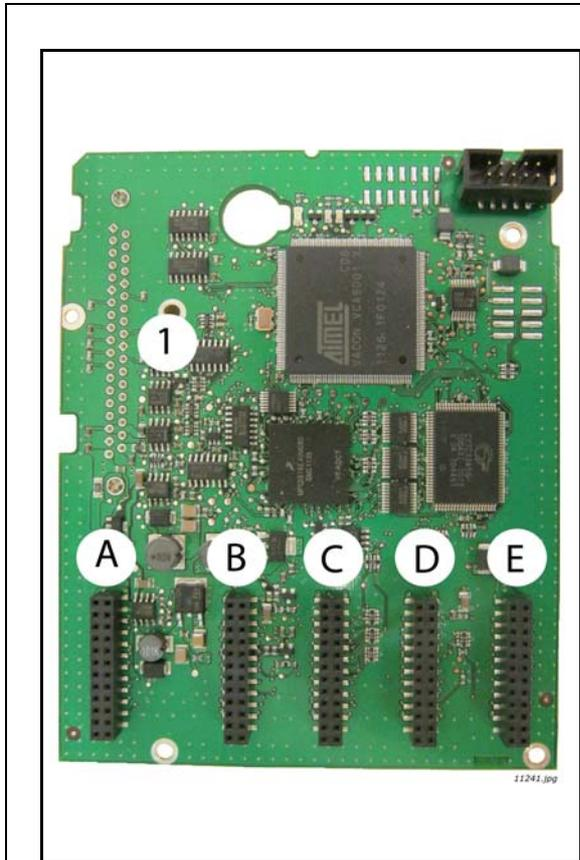

Figura 48. Tarjeta de control
La unidad de control de la unidad Vacon® NX Active Front End consta de una tarjeta de control a cuyos cinco conectores de ranura (de A a E) se conectan tarjetas opcionales (vea la Figura 48 y la Figura 49). La tarjeta de control está conectada a la unidad de potencia a través de un conector D (1).